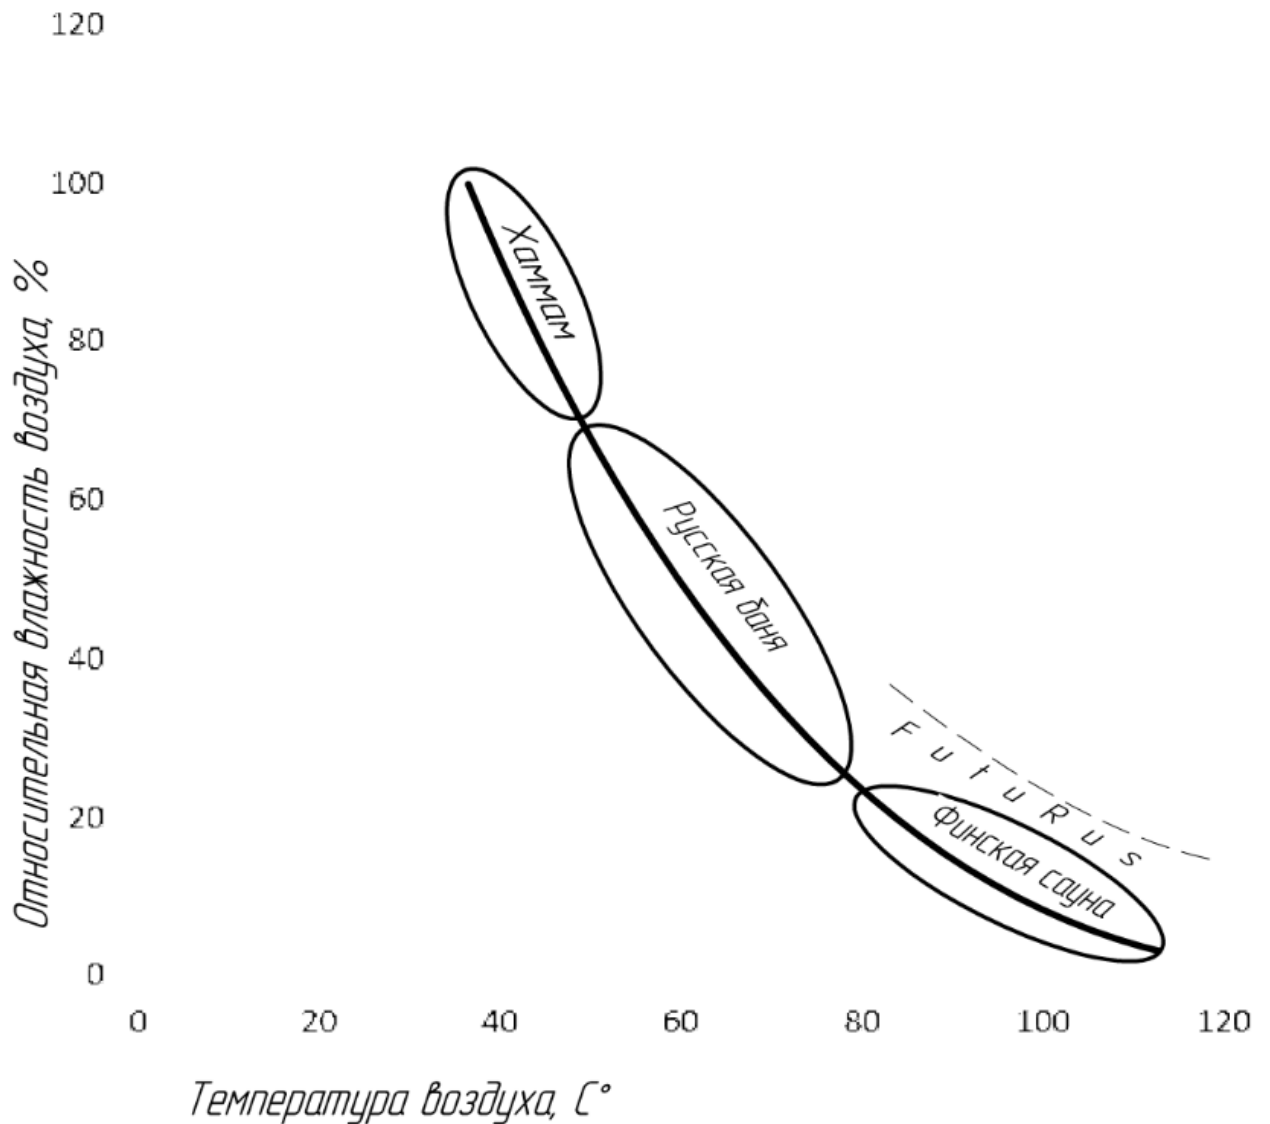

Рис.9 Хомотермальная кривая
2.2.2.3 Нажатием соответствующей кнопки на дисплее выбрать один из предустановленных режимов* (см. таб.3.1 и рис.9) или выбрать режим «Футурус» и настроить индивидуальный режим. Для настройки режима «Футурус» Пользователь имеет возможность, используя кнопки управления на дисплее, включать/выключать все модули ЭНУ в любом сочетании, устанавливая любые технически возможные значения температуры в парильном
* Производитель не рекомендует изменять настройки предустановленных режимов. Режимы программировались в соответствии с хомотермальной кривой (см. рис.9), изменение настроек может привести к выходу из комфортной зоны температурно-влажностного режима в парной и нанести вред организму. Для получения индивидуальных режимов используйте режим «Футурус».